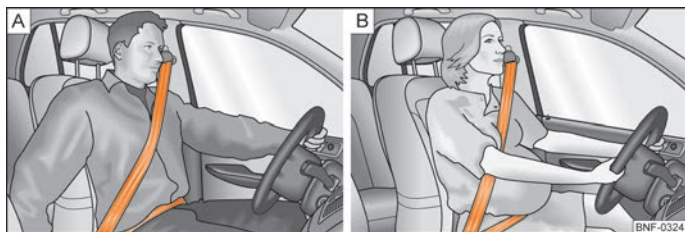

Fig. 75 [A]: Sådan skal selen sidde over skulder og hofter. / [B]: Sådan skal selen sidde på gravide.
- Selens skulderdel må aldrig sidde hen over halsen, men skal sidde ca. midt på skulderen og godt ind til kroppen. Selens hoftedel skal sidde hen over hofterne, den må ikke sidde hen over maven og skal altid sidde tæt ind til kroppen ⇒ Fig. 75 – [A].
- På gravide skal selens hoftedel sidde så lavt hen over hofterne som muligt, så den ikke trykker på underlivet ⇒ Fig. 75 – [B].